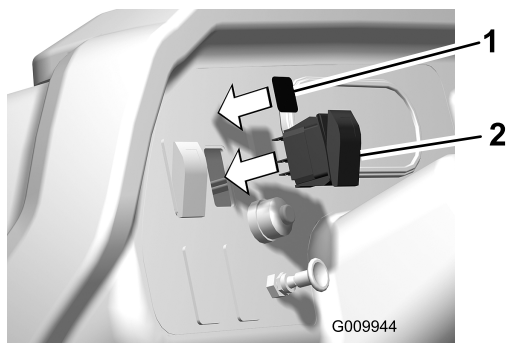

図 21
4. ダッシュボードの下のワイヤハーネスから、ループバックコネクタのついているものを探し出す 図 21。
6. ハーネスアダプタをハーネスコネクタとスイッチに接続する図 21。